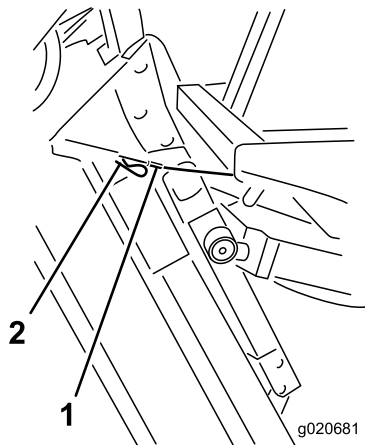

Bild 102
6. Halten Sie das Mähwerk dann in der aufrechten Stellung, bringen das Kabelende über dem Stift am Mähwerkhubarm an und befestigen es mit einem Splint (**Bild 102**).